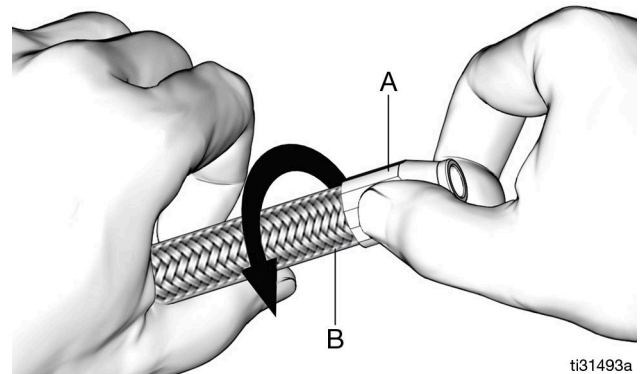

FIG. 65
4. Faire glisser la douille (a) sur l'extrémité coupée du tuyau (b). Serrer la douille à la main sur le tuyau en la tournant dans le sens contraire aux aiguilles de la montre dans le tuyau (FIG. 65).